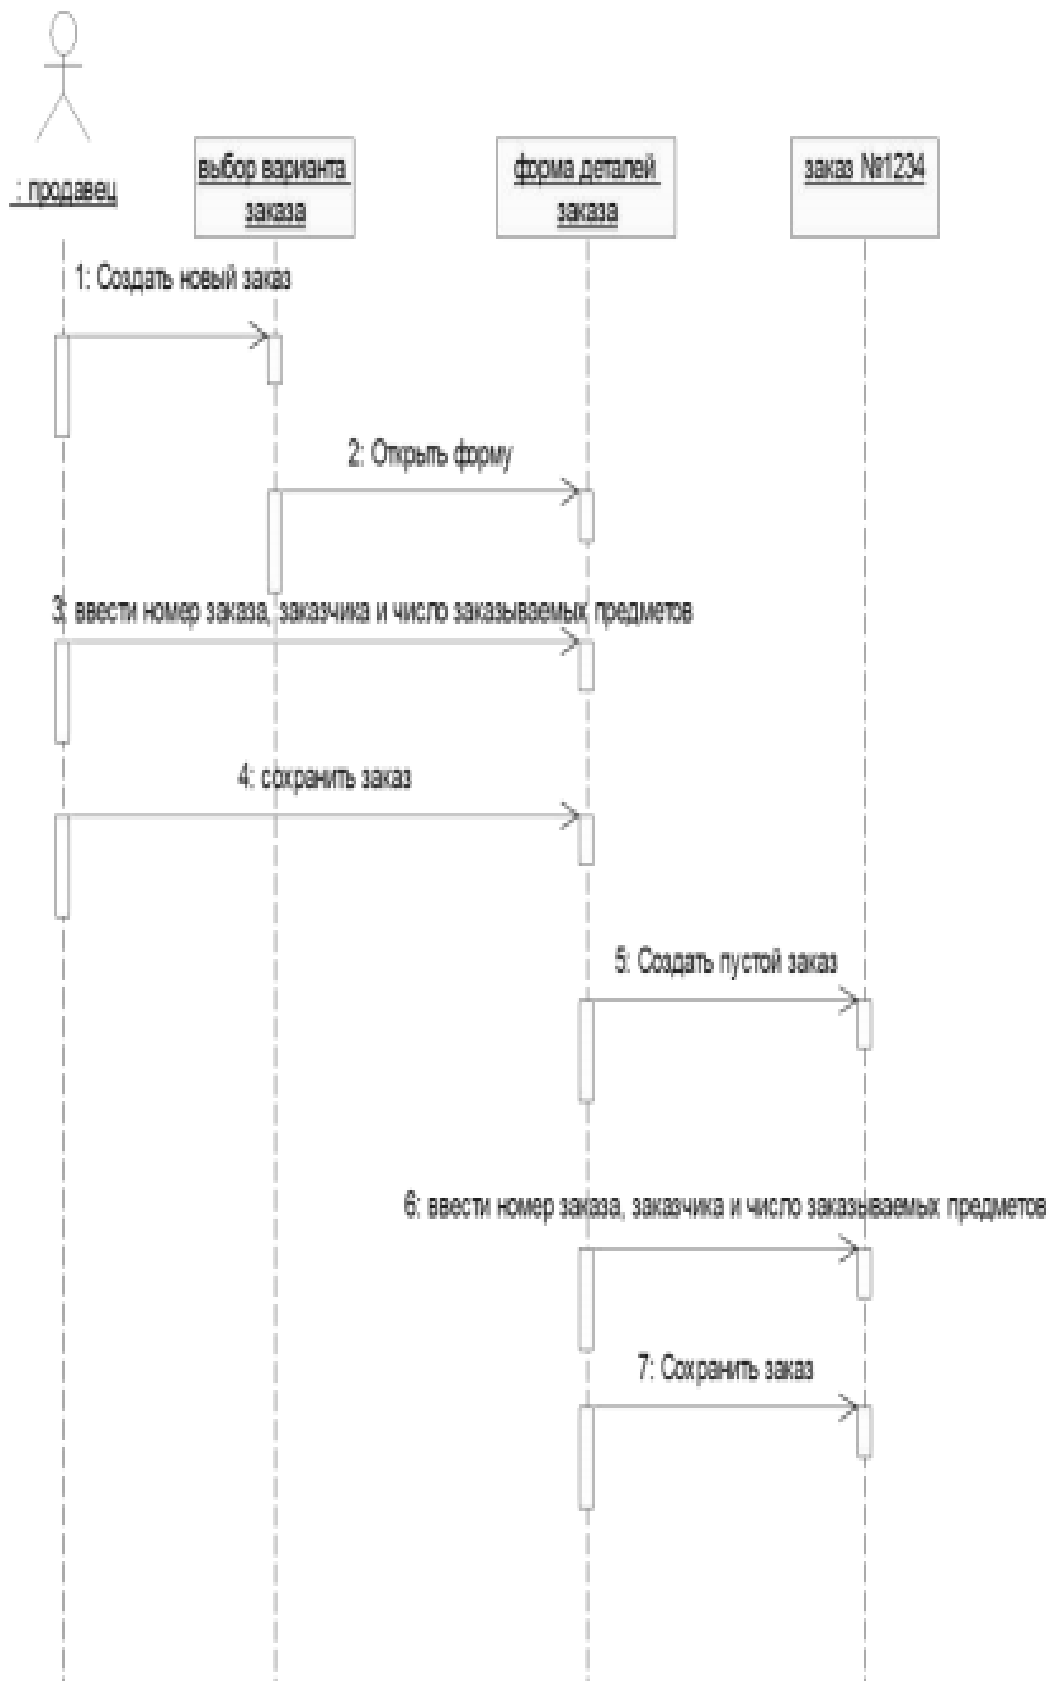

Рис. 2. Диаграмма последовательности без управляющих элементов.
- Завершен первый этап работы. Готовая диаграмма Последовательности представлена на рис. 2.